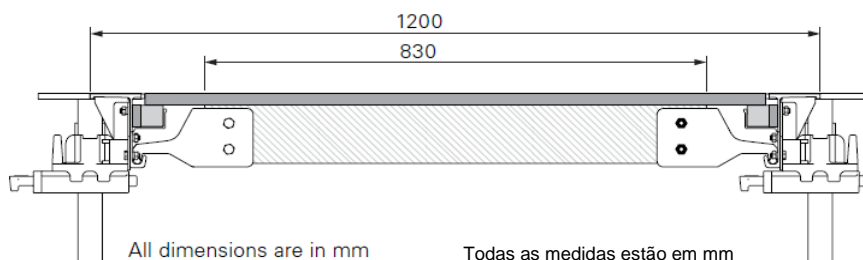

Fig. A7.03
3. Cortar a madeira (14) no tamanho 50 x 100 mm de acordo com o comprimento necessário.
4. A pré-montagem da cabeça da travessa (13) e da madeira (14) de tamanho 50 x 100 mm deverá ser feita no chão.
- Perfurar a madeira (14) e fixar no cabeçal da viga transversal com 2 nº de parafusos e porcas (M10 x 80) (13.1) (Artigo nº 710593 e 710234) em cada lado. (Fig. A7.02), (Fig. A7.03) and (Tab. A7.02)